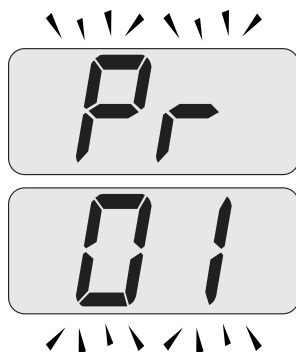

Figura 5.51
5.50) hasta que aparezcan en el display LCD las letras **Pr** alternadas con el código **01**, indicando que se ha entrado en el "parámetro 01" (Figura 5.51).